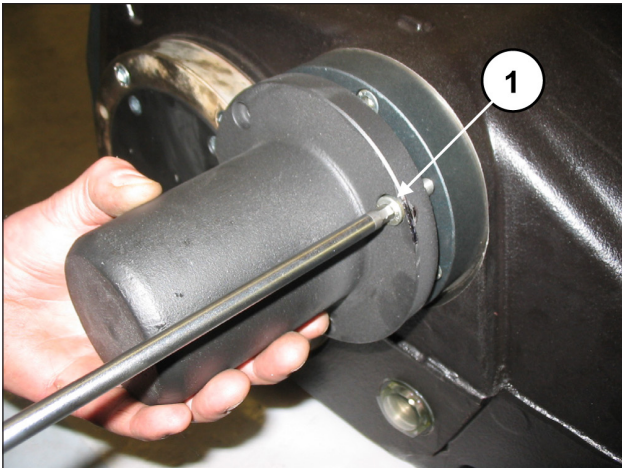

Fig. 104
Monte a cobertura da extremidade do eixo e fixe-a no carter, mediante três parafusos M8x20 (pos. ①, Fig. 104).